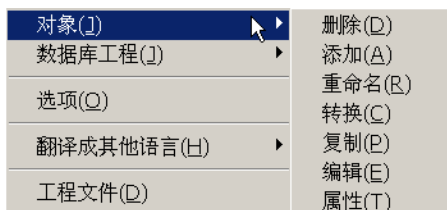

图 3-2-4 对象子菜单
- 工程[P]/对象[J]：对所选中的对象实现删除、添加、重命名、转换、复制、编辑和属性等操作，如图 3-2-4 所示。